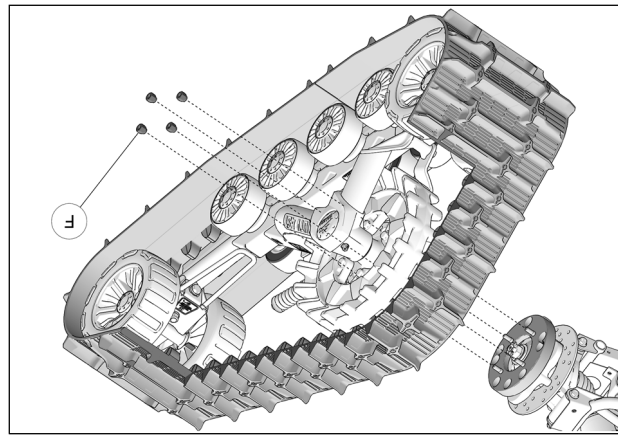

Fig. 11
10. Fixer le système de traction à l'espacer de roue arrière. Utilisez les écrous de roue M10 (F) fournis. Voir la Fig. 11